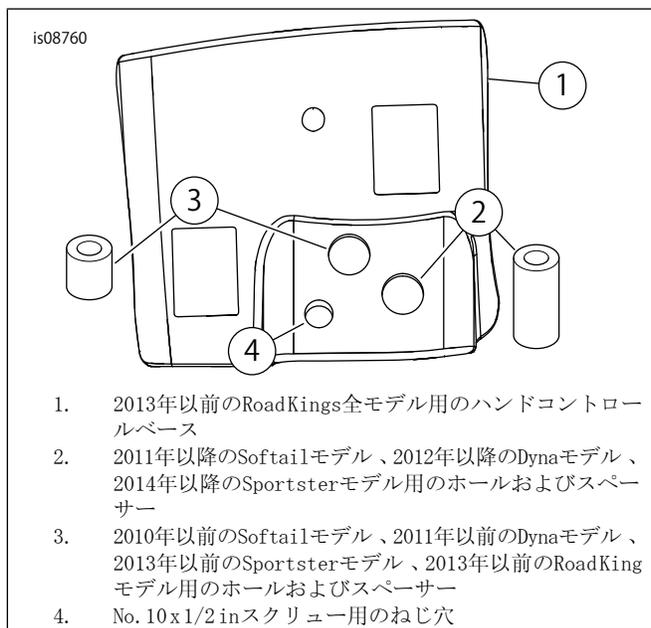

図3。ハンドコントロールベースおよびスペーサー
- 「図3」を参照してください。事前に選んだスペーサーを正しい穴(2または3)に合わせます。